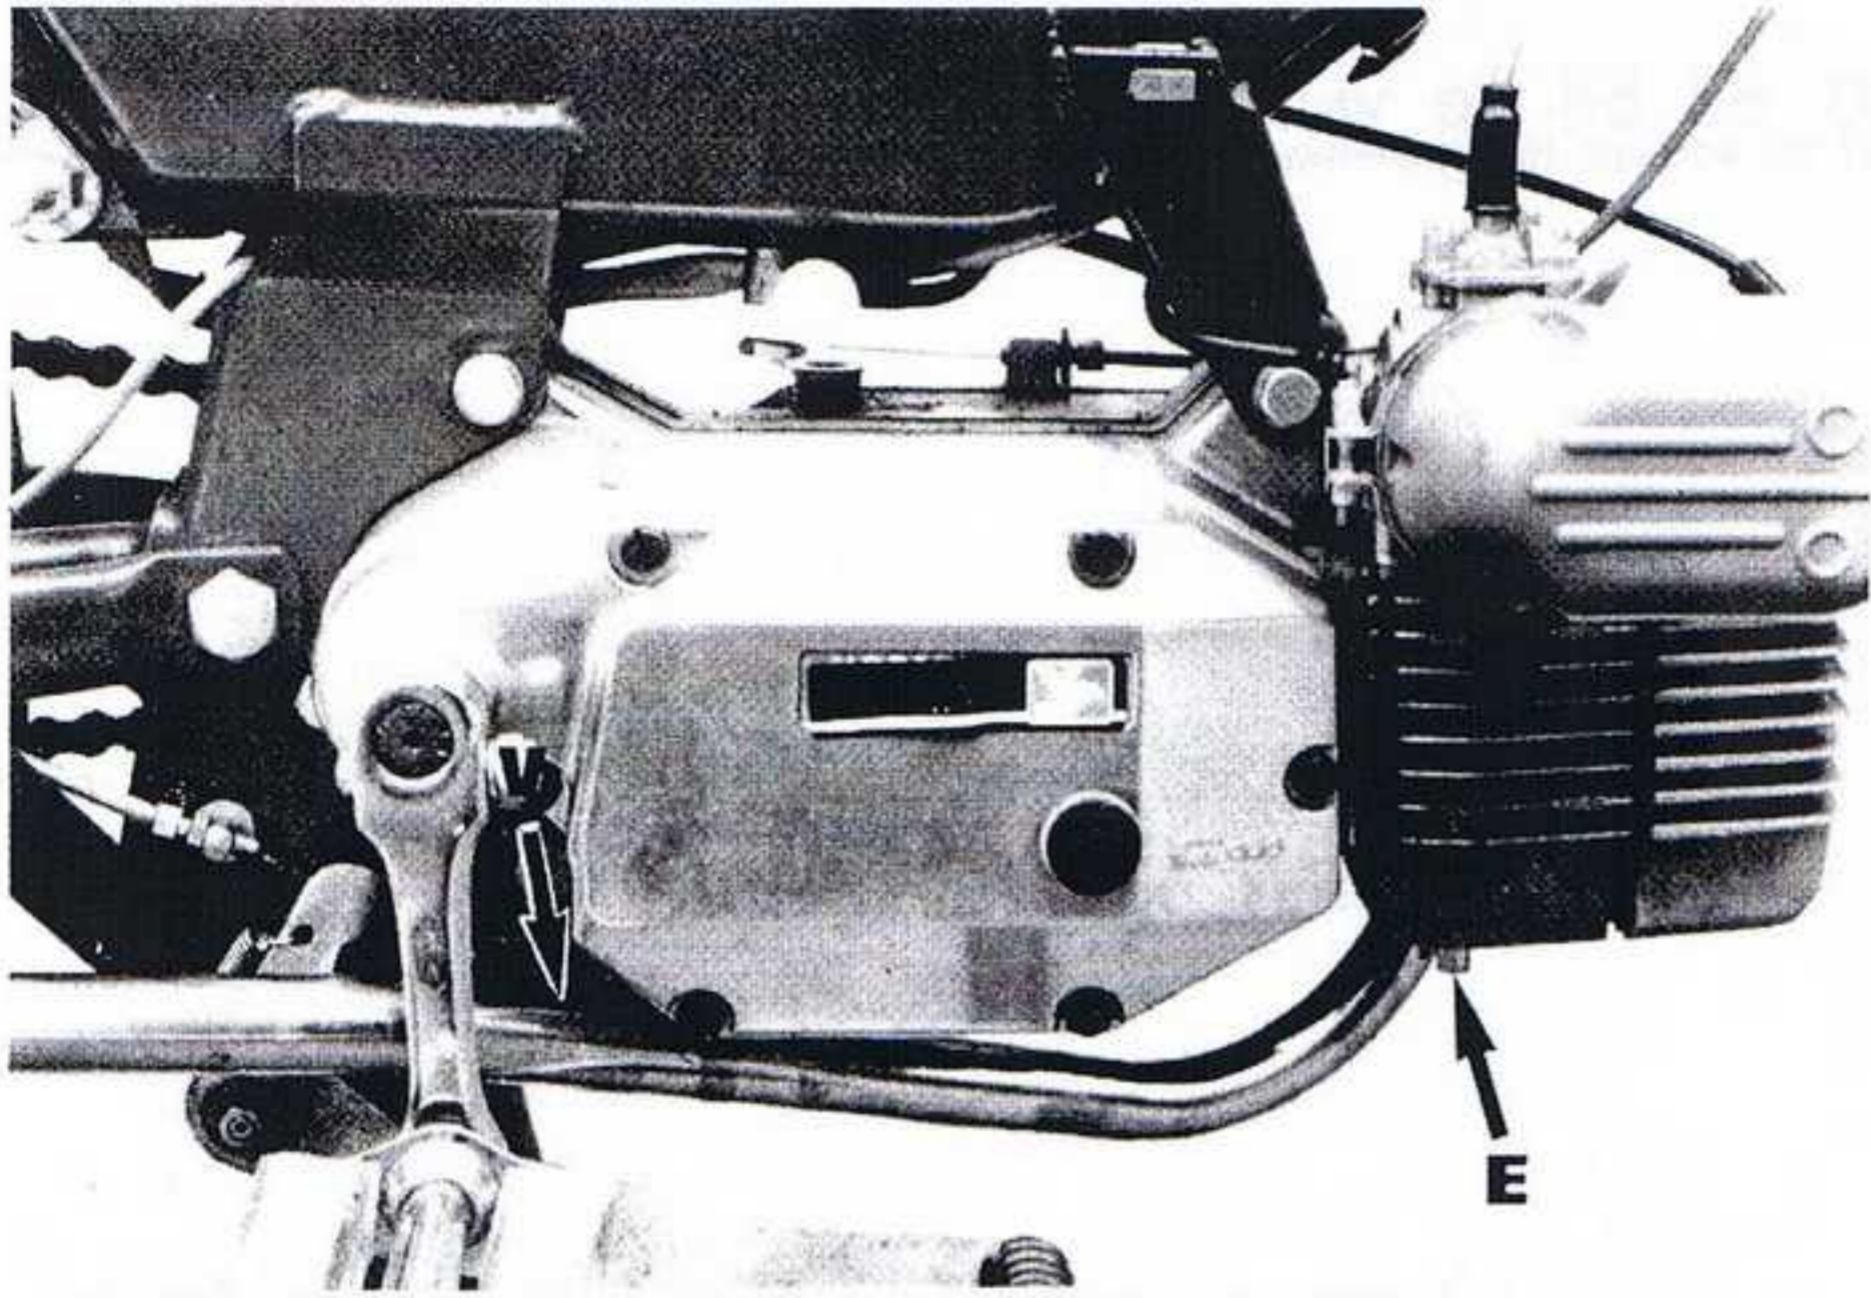

fig.1
● Déposer l'ensemble tuyau et silencieux d'échappement, retenu par 2 écrous canon (E) de 8/plats sur le cylindre (fig.1) et un boulon de 13/plats à l'arrière.